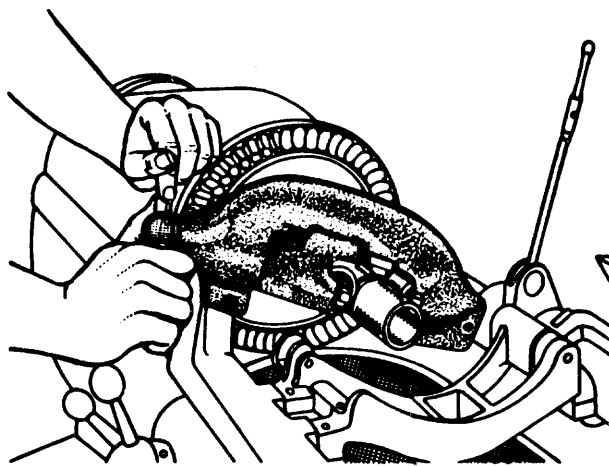

Fig. 6
- b Accione despacio la maneta del cortatubos, hasta que el pedazo cortado se desprenda. (Fig. 6).